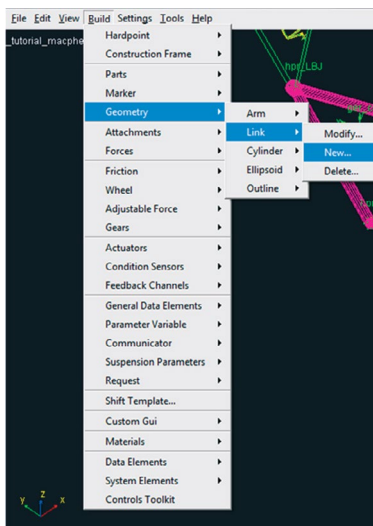

Figura 4.31 – Construção do *Link* do *General Part* “*Wheel Carrier*”.
- Acesse o menu *Build* → *Geometry* → *Link* → *New* (Figura 4.31) para construir o *Link* formado pelos *Hardpoints* *Strut_Lower* e *Tierod_Outer*.